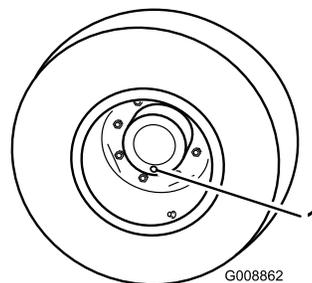

Figura 64
1. Com a máquina numa superfície nivelada, posicione a roda de forma a que o tampão de verificação/escoamento se encontre na sua posição mais baixa (6 horas) (Figura 64).